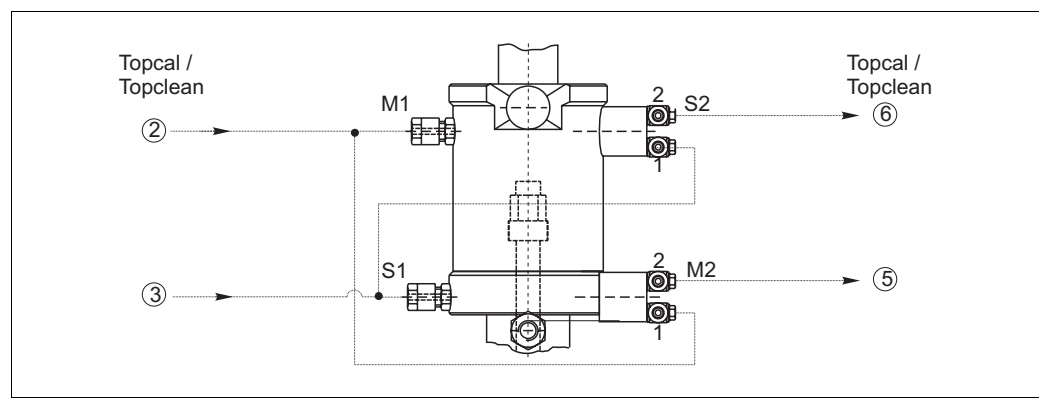

Fig. 10: Connessioni pneumatiche e interruttori di soglia pneumatici (1=ingresso, 2=uscita)
1. Collegare la linea di erogazione dell'aria compressa per "Armatura in fase di misura" (TopCal/TopClean: tubo flessibile n. ②) alla connessione pneumatica G 1/8 superiore (fig. 10).
2. Collegare anche la linea di alimentazione dell'aria compressa n. ② all'ingresso (1) dell'interruttore di soglia inferiore (M2, mediante elemento a T). Questo interruttore di soglia trasmette il segnale "Armatura in fase di misura".
3. Se viene raggiunta la posizione di "Misura", l'aria collegata all'ingresso M2 (1) è commutata e trasferita all'uscita M2 (2) (Topcal/Topclean: collegare il tubo flessibile ⑤ all'uscita dell'interruttore di soglia).
4. Collegare la linea di erogazione dell'aria compressa per "Armatura in manutenzione" (TopCal/TopClean: tubo flessibile n. ③) alla connessione pneumatica G 1/8 inferiore.
5. Collegare anche la linea di alimentazione dell'aria compressa n. ③ all'ingresso (1) dell'interruttore di soglia superiore (S2, mediante elemento a T). Questo interruttore di soglia trasmette il segnale "Armatura in manutenzione".
6. Se viene raggiunta la posizione di "Manutenzione", l'aria collegata all'ingresso S2 (1) è commutata e trasferita all'uscita S2 (2) (Topcal/ Topclean: tubo flessibile n. ⑥).